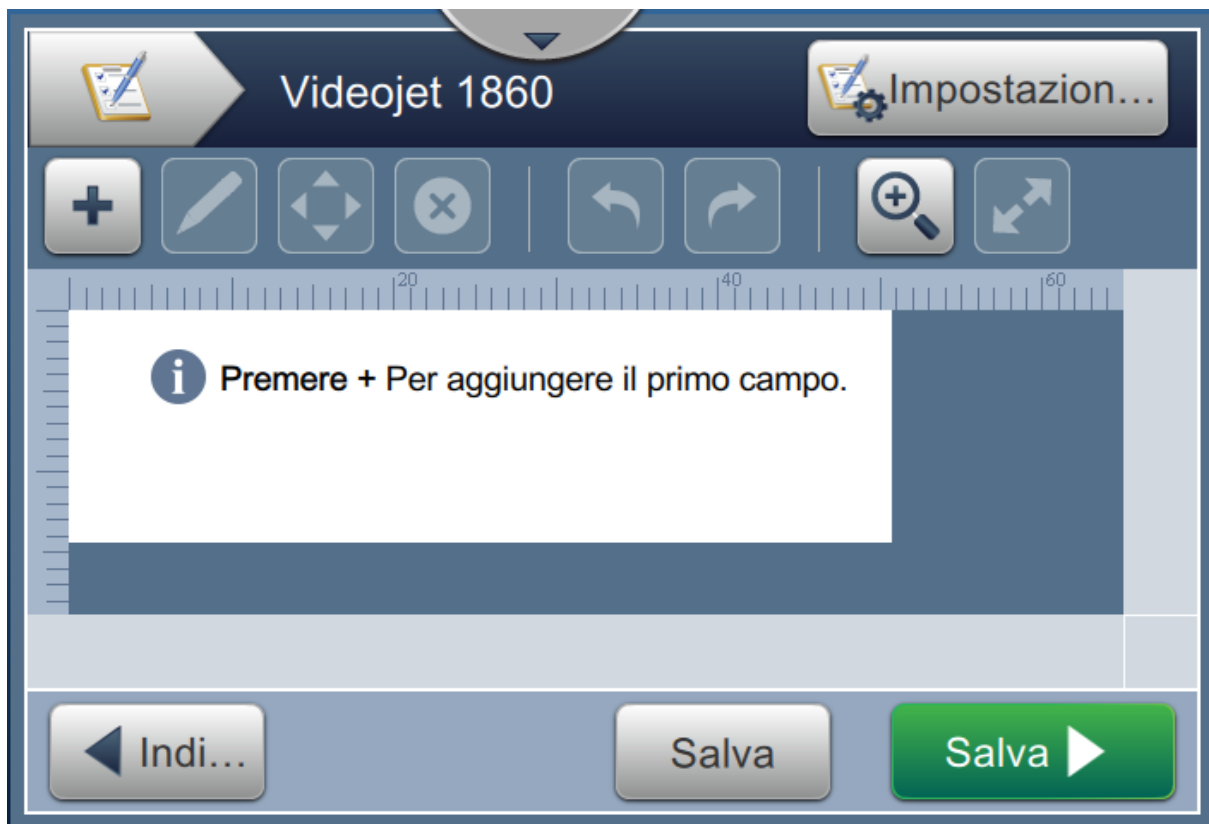

Figura 5-3: Schermata Editor dei lavori
6. Viene visualizzata la schermata Editor dei lavori come mostrato nella Figura 5-3.